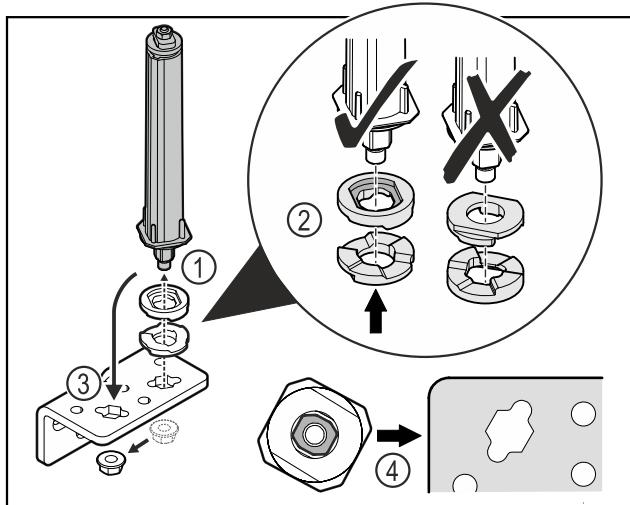

Fig. 41
- ▶ Soltar la tuerca y retirar el sistema de cierre de la puerta Fig. 41 (1).
- ▶ Tener en cuenta la orientación correcta de las arandelas de ajuste de altura Fig. 41 (2).
- ▶ Cambiar la posición del sistema de cierre de la puerta en la escuadra de bisagra y fijar con la tuerca Fig. 41 (3).
- ▶ Tener en cuenta la orientación correcta del sistema de cierre de la puerta al insertarlo Fig. 41 (4).